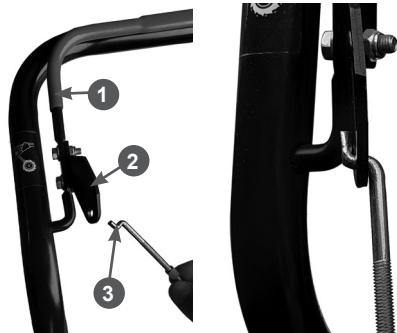

Рис. 7 Крепление наконечника троса включения хода
- выкрутите Z-образный наконечник троса из регулировочной муфты троса и вставьте его в отверстие на кронштейне рычага включения хода, как показано на Рис. 7.